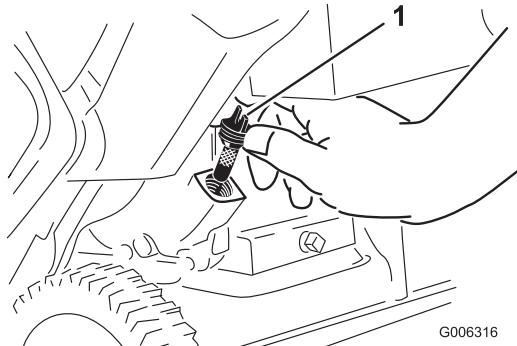

Figure 9
2. Nettoyez la surface autour du bouchon de remplissage d'huile (Figure 9).